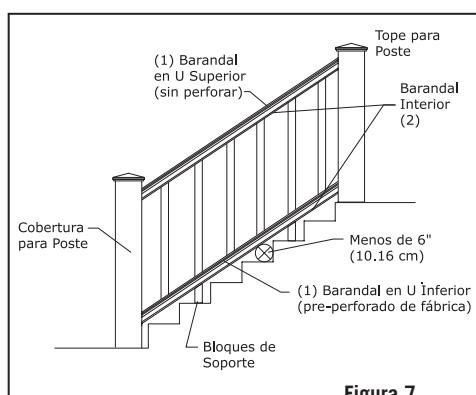

Figura 7
Paso 6: Ensamble el barandal interior inferior y el conjunto del bloque de soporte. Coloque el barandal inferior entre los postes. Compruebe los requisitos del código de construcción para el espaciado máximo en una escalera, normalmente menor a $6"$. Una bola de $6"$ no puede pasar a través del triángulo formado por el barandal inferior, peldaño y contrapeldaño (ver Figura 7). Se necesita un bloque de soporte cada $2'$ al centro. Corte los bloques de soporte a la altura deseada y fíjelos al lado inferior del barandal interior a igual distancia de los extremos. Use los dos tornillos de cabeza cónica de $1-1/2"$ de longitud.